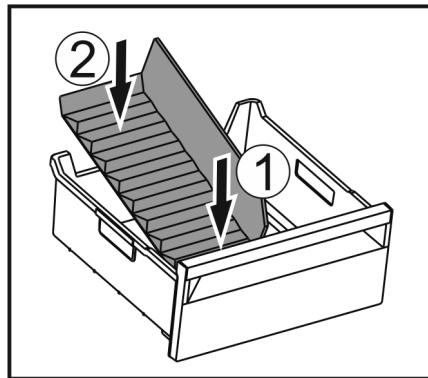

Fig. 127
- Установите переднюю часть разделителя отделения для льда. *Fig. 127 (1)*
- Опустите заднюю часть разделителя отделения для льда на дно выдвижного ящика. *Fig. 127 (2)*